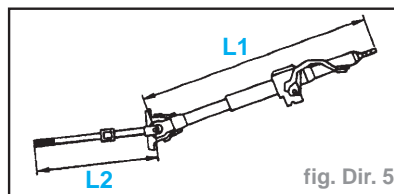

fig. Dir. 5
- Si le véhicule est impliqué dans une collision légère, vérifier la longueur "L1" et "L2" (fig. Dir. 5) :